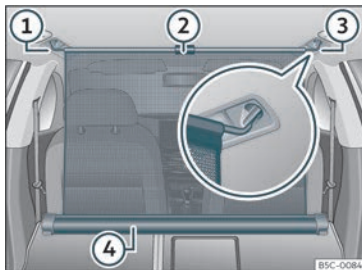

Fig. 134 No maleteiro: rede de separación enganxada cos respaldos do asento traseiro abatidos.
- Tire cara arriba da lingüeta >>> **fig. 134** ② para sacar a rede da carcasa >>> **fig. 134** ④.
- Enganche a rede de separación no lado dereito ou esquerdo >>> **fig. 134** ③ (imaxe ampliada).
- Enganche a rede de separación no aloxamento do outro lado >>> **fig. 134** ① estirando a barra.
A rede de separación está correctamente montada cando os extremos en forma de T están firmemente engançados nos aloxamentos correspondentes >>> **fig. 134** ③ e ①. »
- Enrole a rede na carcasa»» fig. 134 ④ baixándoa coa man.